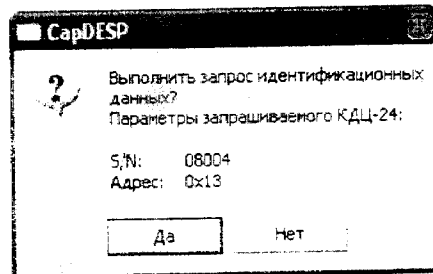

Рисунок 4 - Сообщение о запросе идентификационных данных.
- запросите идентификационные данные программного обеспечения преобразователя. Для этого в окне «Настройка сети RS-485» выделите курсором необходимый преобразователь и правой кнопкой откройте пункт меню «Идентификация ПО». После выбора этого пункта на экран выводится сообщение о запросе (рисунок 4).